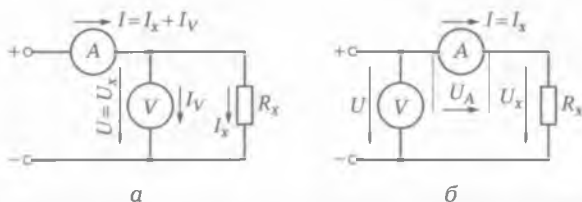

Рис. 5.8. Измерение сопротивления методом амперметра—вольтметра: а — схема для измерения малых сопротивлений; б — схема для измерения больших сопротивлений
**Измерение методом амперметра—вольтметра.** Сопротивление какой-либо электрической установки или участка электрической цепи можно определить методом амперметра—вольтметра (рис. 5.8), пользуясь законом Ома. Этот метод является наиболее простым для измерения малых и средних сопротивлений.
При включении приборов по схеме, приведенной на рис. 5.8, а, через амперметр проходит не только измеряемый ток  $I_x$ , но и ток  $I_V$ , протекающий через вольтметр. Поэтому сопротивление
При включении приборов по схеме, представленной на рис. 5.8, б, вольтметр будет измерять не только падение напряжения  $U_x$  на определенном сопротивлении, но и падение напряжения в обмотке амперметра  $U_A = IR_A$ . Поэтому
В тех случаях когда сопротивления приборов неизвестны и, следовательно, не могут быть учтены, нужно при измерении малых сопротивлений пользоваться схемой рис. 5.8, а, а при измерении больших сопротивлений — схемой рис. 5.8, б. При этом погрешность измерений, определяемая в первой схеме током  $I_V$ , а во второй — падением напряжения  $U_A$ , будет невелика по сравнению с током  $I_x$  и напряжением  $U_x$ .